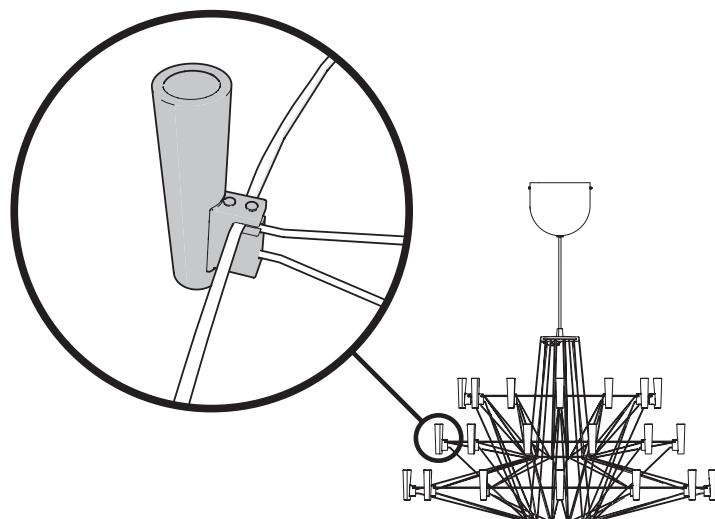

図1
1. LEDの取付ネジ（上部2ヶ所、下部1ヶ所合計3ヶ所）を付属の六角レンチ1.5mmで回してゆるめ（図1）